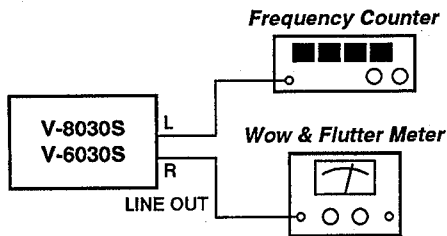

Fig. 3-1
1. Connect a frequency counter to the deck as shown in Fig. 3-1.
1. Connect a wow-and-flutter meter to the deck as shown in Fig. 3-1.
1. Fig. 3-1のように周波数カウンターを接続する。
1. Fig. 3-1のようにワウ・フラッターメーターを接続する。